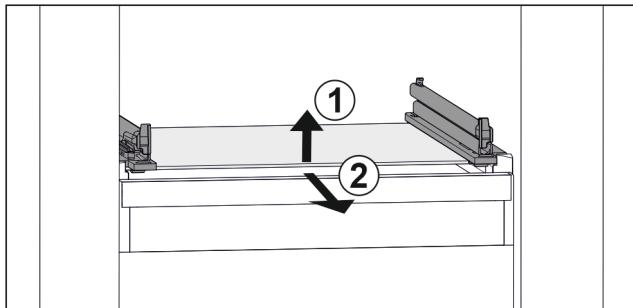

Fig. 25 Примерно изображение на стъклената плоча
- Повдигнете стъклената плоча отпред. Fig. 25 (1)
- Извадете стъклената плоча напред. Fig. 25 (2)